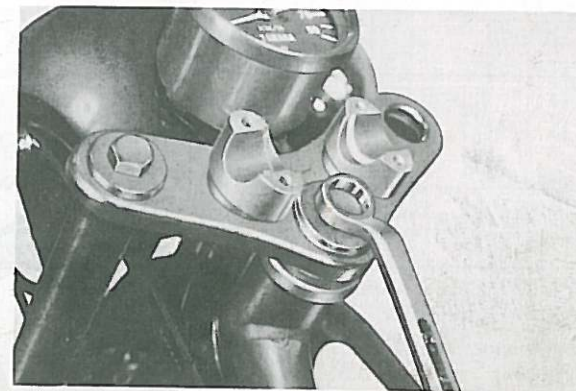

Fig. 5-7-3
7. Remove stem fitting bolt and crown washer. (Fig. 5-7-3)
7. Enlever le boulon de tige de direction et sa rondelle. (Fig. 5-7-3)
7. Lenkungsbefestigungsschraube und Deckscheibe entfernen. (Fig. 5-7-3)